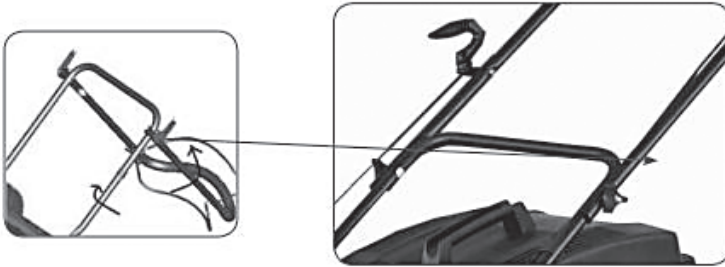

Рисунок 5
6.2 Встановіть рукоятку в робоче положення і зафіксуйте її спеціальними фіксаторами. Перевірте встановлення тросів управління, вони не повинні бути перетиснуті. Встановіть травозбірник (за наявності в комплектації). (див. Рисунок 5).